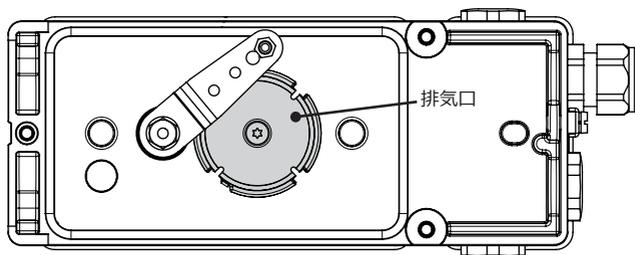

図. 5-2: 排気口 (ポジショナの背面)
- 製品が現場に設置されているときに通気口を密閉したり塞いだりしないでください (図. 5-2 を参照)。